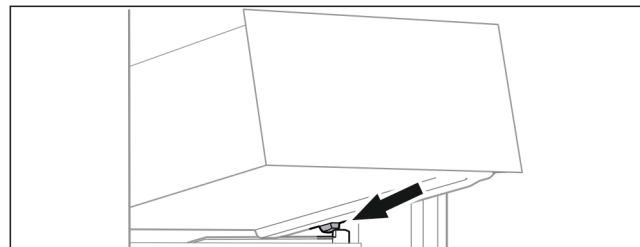

Fig. 14
- ▶ Наклоняя вниз, установите выдвижной ящик за стопоры на контейнерное ребро Fig. 14 (1).